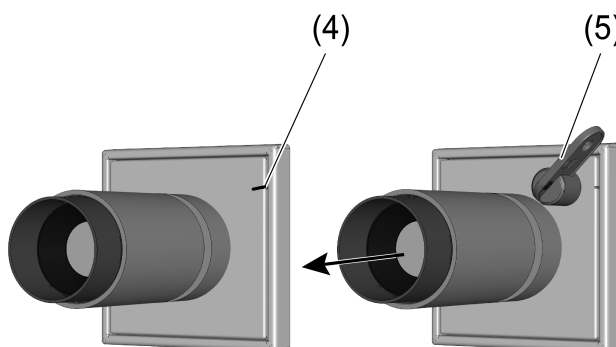

Imagen 3: Desmontaje del módulo de luz
- Colocar el imán (5) a la altura de la marca (4) sobre la cubierta en el módulo de luz (Imagen 3).